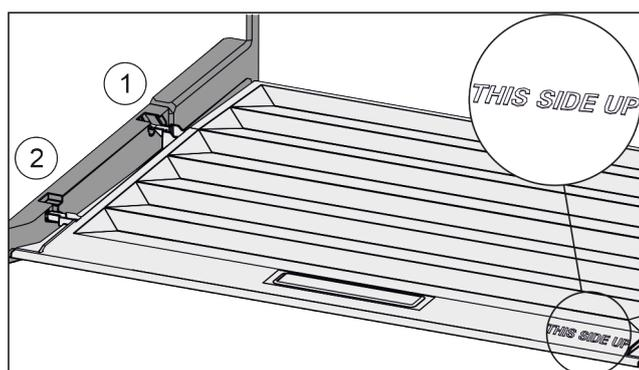

Fig. 26
- ▶ Deckelstege über Öffnung der hinteren Halterung Fig. 26 (1) einführen und vorne in Halterung Fig. 26 (2) einrasten.